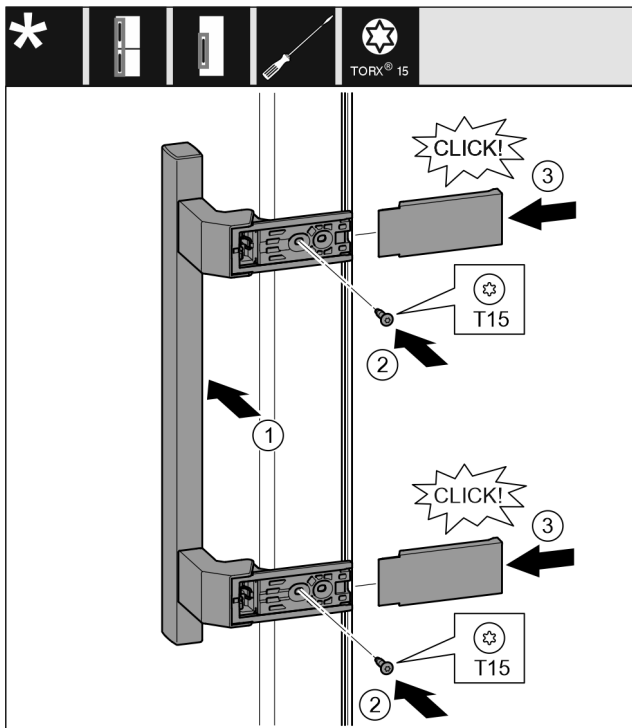

Fig. 40
- ▶ Εφαρμόστε τη λαβή στην απέναντι πλευρά. Fig. 40 (1)
- ▶ Σφίξτε τις βίδες με κατσαβίδι T15. Fig. 40 (2)
- ▶ Εφαρμόστε στο πλάι τα καλύμματα και τοποθετήστε τα. Fig. 40 (3)